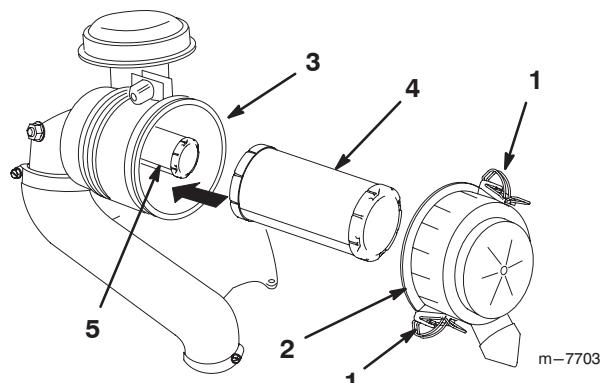

Figure 31
3. Ouvrez les dispositifs de verrouillage du filtre et ôtez le couvercle du corps du filtre (Fig. 31).
5. Sortez l'élément primaire du corps du filtre avec précaution (Fig. 31).
2. Si vous remplacez l'élément de sécurité, insérez-le avec précaution dans le corps du filtre (Fig. 31).
3. Installez ensuite l'élément primaire sur l'élément de sécurité avec les mêmes précautions (Fig. 31).
4. Reposez le couvercle, le côté portant l'inscription UP étant tourné vers le haut, et fermez les dispositifs de verrouillage (Fig. 31).